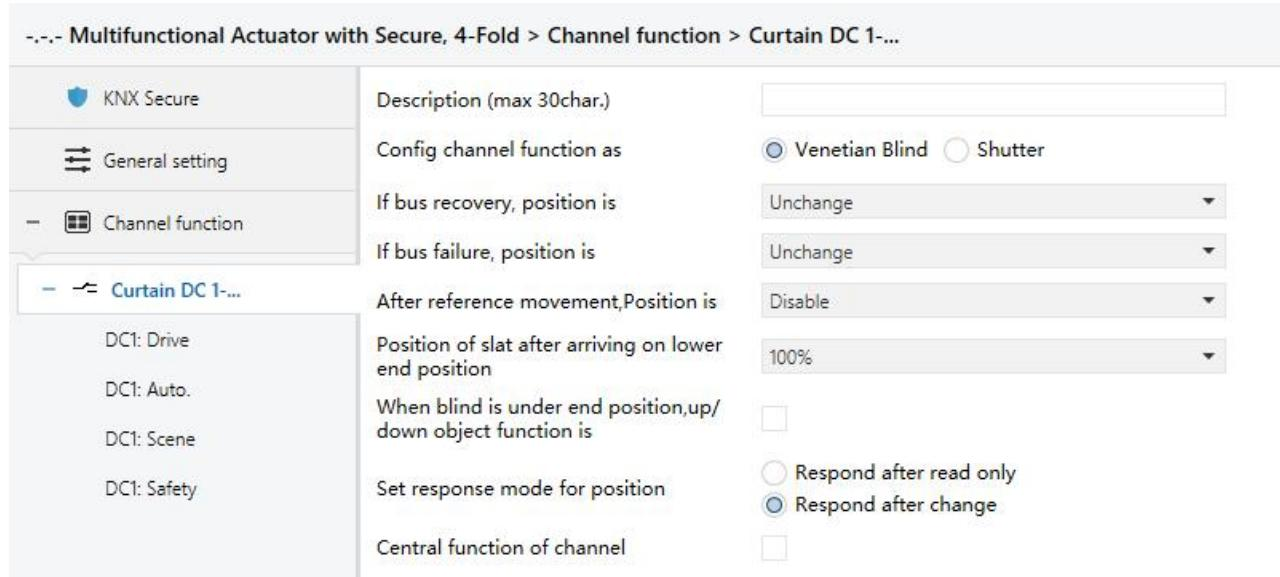

图 4.7 参数设置界面 “Curtain DC X”
窗帘 (DC) 输出最多有 6 路输出通道, 由于每路输出分配的参数和通讯对象是跟窗帘 (AC) 输出的相同, 除了参数没有 “Motor type” 驱动类型选择外。参数界面如图 4.7 所示。